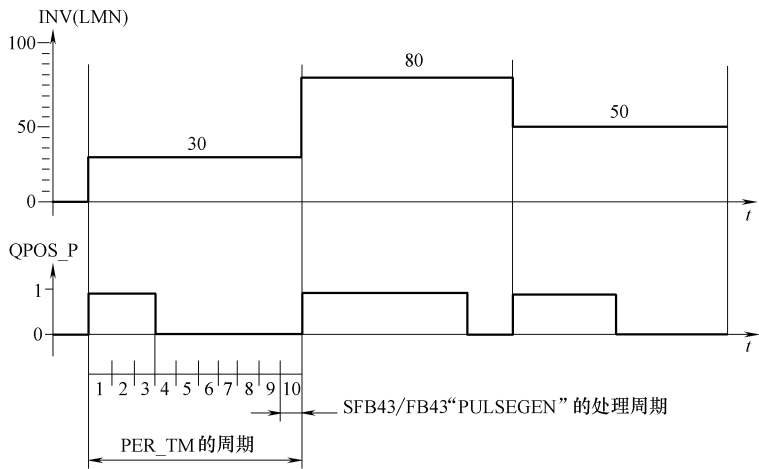

图 8-15 PER\_ TM 的周期与 SGB43/FB43 “PULSEGEN” 处理周期的关系
分配给 PER\_ TM 的周期与 SFB43/FB43 “PULSEGEN” 的处理周期不完全相同。PER\_ TM 周期是输出脉冲的恒定周期，PER\_ TM 周期由若干个 SFB43/FB43 “PULSEGEN” 处理周期组成，因此可以将每个 PER\_ TM 周期 SFB43/FB43 “PULSEGEN” 调用的次数作为脉宽调制精度的衡量标准。PER\_ TM 的周期与 SFB43/FB43 “PULSEGEN” 的处理周期的关系如图 8-15 所示，图中以 QPOS\_ P 输出为例。
1) 脉宽调制（脉冲宽度调制）。在图 8-15 中，假定一个 PER\_ TM 周期里调用 10 个
2) 调制精度。在图 8-15 中,在 PER\_TM 一个周期里调用“PULSEGEN”的处理次数的比例就是反应控制精度的比例。如在图 8-15 中,一个 PER\_TM 周期里调用 10 个“PULSEGEN”的处理周期,那么控制精度为 1:10,换句话说就是输入值 INV 只能映射 10% 为量化单位的 QPOS\_P 脉冲输出占空比。